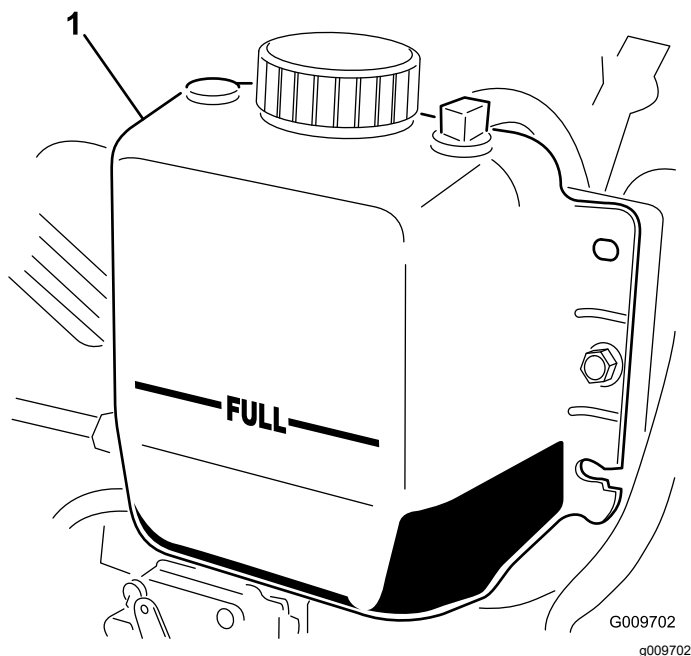

**Figura 116**
3. Verificați nivelul de lichid de răcire din radiator. Radiatorul trebuie umplut până la partea superioară a buclii de umplere, iar rezervorul de expansiune trebuie umplut până la marcajul COMPLET (Figura 116).